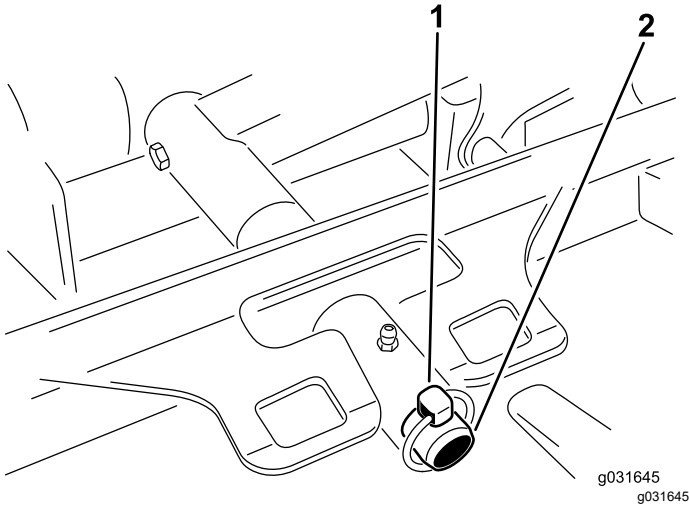

Figura 69
3. Retire el pasador de seguridad o la tuerca de retención que sujeta el bastidor de tiro de la carcasa a la barra de giro del brazo de elevación (Figura 69).
3. Desplace el bastidor de tiro de la carcasa sobre la barra de giro del brazo de elevación y fíjelo con el pasador de seguridad o la tuerca de retención (Figura 69).